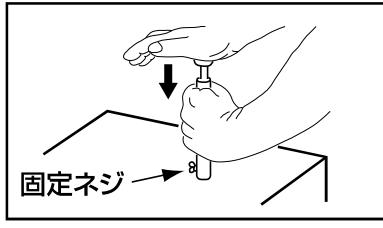

図34
4. 安定した台や机の上に、固定ネジ側の端面を下にして置き、手のひらで強く押すと、ドリル内部の切り屑が除去できます。 図34 参照